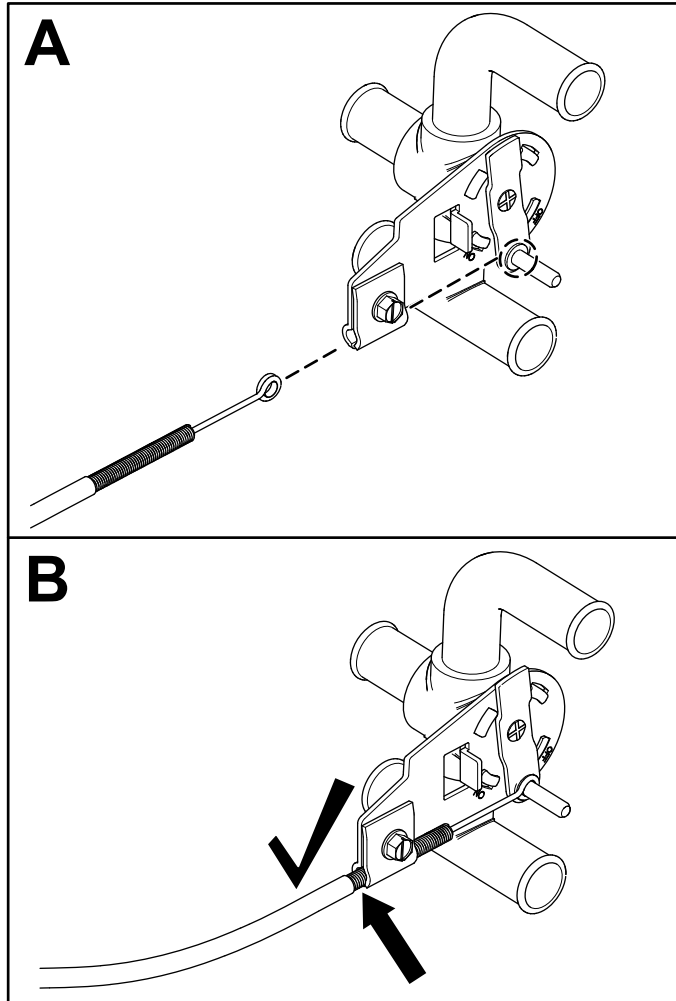

Bild 8
8. Vergewissern Sie sich, dass sich das Wasserventil in der mittleren Position befindet und schließen Sie es an das andere Ende des Steuerkabels an (**Bild 8**).